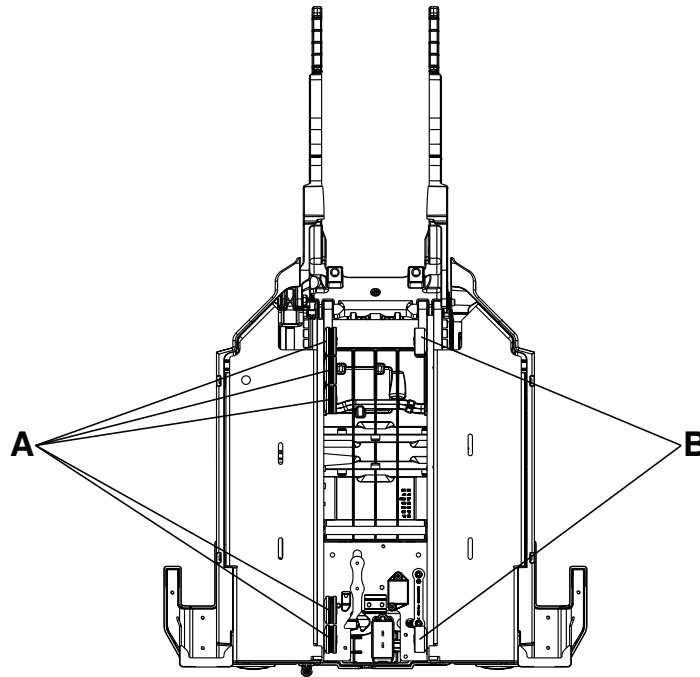

Figure 31 – Vue du bas du chariot des galets à guide en V
Remarque - Les galets à guide en V sont du côté droit du patient (cinq galets) (A) et les galets plats sont du côté gauche du patient (deux galets) (B) (Figure 31).